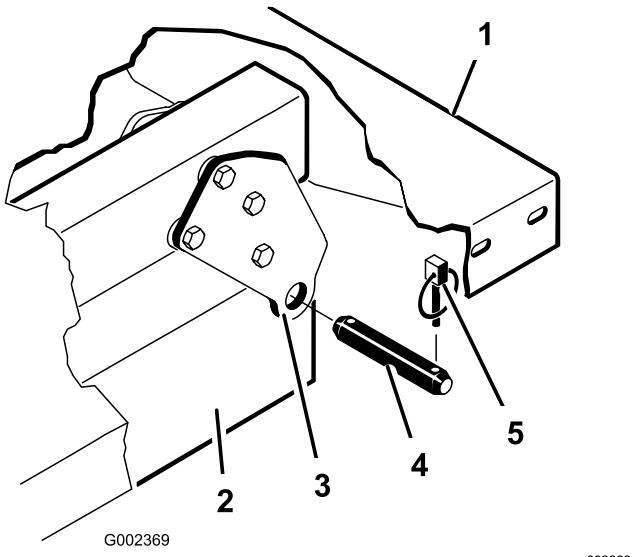

Figura 4
- Retire los pasadores de seguridad y los pasadores que fijan las placas de giro al bastidor (Figura 4).